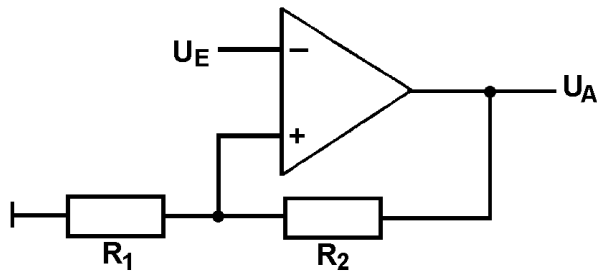
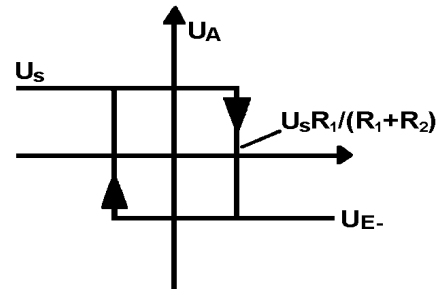
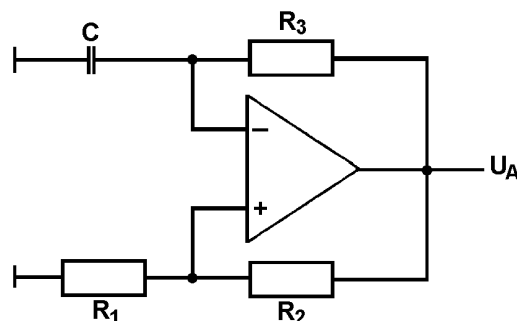
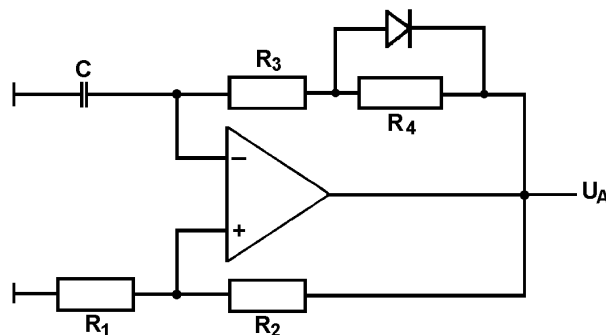

Abb. 7
Abb. 8
Abb. 9
Abb. 12
Übung 4: Diskutieren Sie mit diesen Hinweisen das Verhalten der Schaltung Abb. 7 und die Kennlinie Abb. 8 ausführlicher (Beachten Sie Gleichung (1) und das Sättigungsverhalten).
Übung 6: Das Arbeitsdiagramm einer Schaltung nach Abb. 9 ergibt sich mit Hilfe der Kennlinie in Abb. 8. (Der Spannungsabfall über R_3 und C entspricht dem Spannungsabfall über R_1 und R_2 . U_E gewinnt man aus dem Spannungsteilerverhältnis, U_{E-} ist die zeitlich
Die Schaltung von Abb. 9 wird abgewandelt, so daß der Ladewiderstand abhängig von der Stromrichtung wird, z.B. durch Parallelschalten einer Diode zu einem weiteren Widerstand R_4 (Abb. 12).
Zu Abb. 12: $U_A < 0$: Diode sperrt: Ladestrom fließt durch $R_3 + R_4$